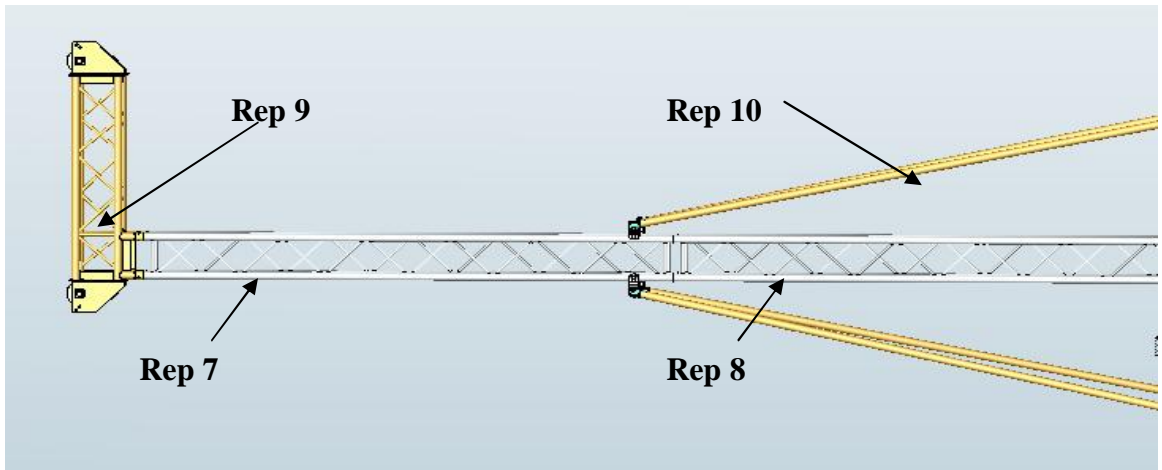
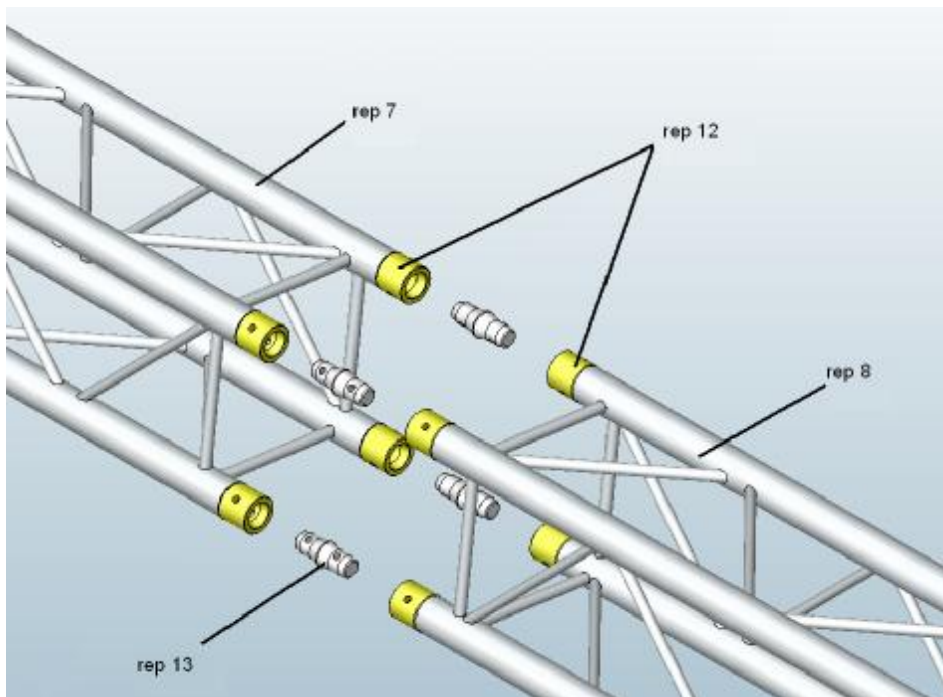

fig.6
fig.7
a) Positionner les mâts 1 (rep 7) et 2 (rep 8) ainsi que la tête de tour (rep 9), horizontalement (fig.6), de manière à pouvoir assembler les manchons mâles et femelles, (fig.7). Placer également les renforts (Rep10) à l'aide des brides de fixation. La tête de tour est positionnée de façon opposée au contre poids.
b) Assembler les manchons mâles (rep 13) et femelles (rep 12) à l'aide d'une goupille de sécurité en plaçant dans le trou prévu à cet effet (fig.7).